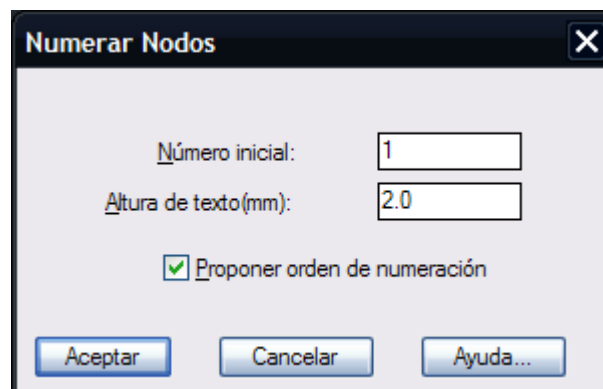
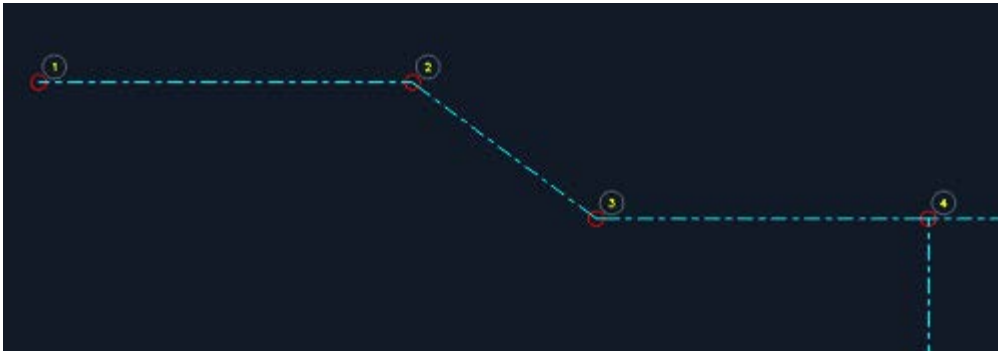

Fig. 5: Caja diálogo para numerar nodos
Fig. 6 Nodos numerados
4. Utilice la rutina para numerar nodos (CivilCAD > Módulos > Redes de agua potable > Nodos > Numerar). Acepte los valores propuestos en la caja de diálogo (Fig. 5). Indique el nodo más a la izquierda como el nodo inicial (Fig. 6).